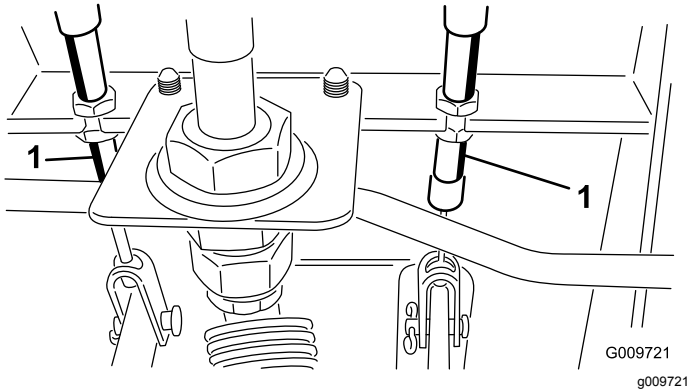

Figura 93
- A. Afloje la tuerca delantera del extremo roscado del cable de freno (Figura 93).